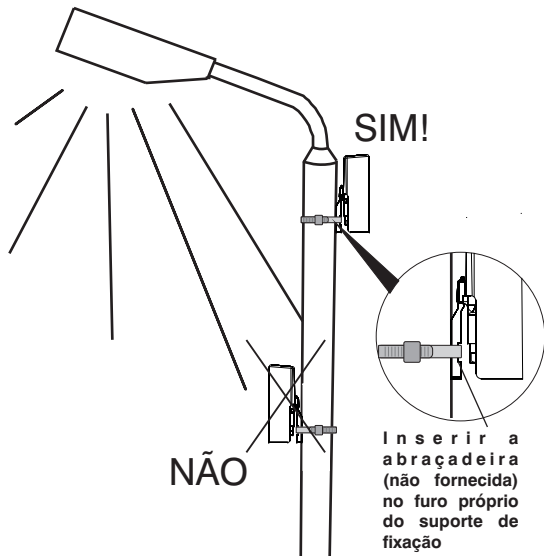

fig. 9
- em poste** usando o suporte de fixação na vertical com uma abraçadeira (não fornecida) inserindo-a no local apropriado (fig. 9);
O interruptor fecha o contacto quando a luminosidade do ambiente atinge o nível do valor programado e mantém-no fechado até que o mesmo seja reposto. Para um funcionamento correcto, o interruptor crepuscular deve ser instalado de modo a não ser influenciado pelo acender das lâmpadas às quais está ligado. (Fig. 9 e 10) ou de qualquer outra fonte de luz (reclamos comerciais luminosos, luz de veículos automóveis, etc.).